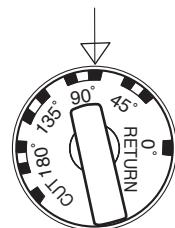
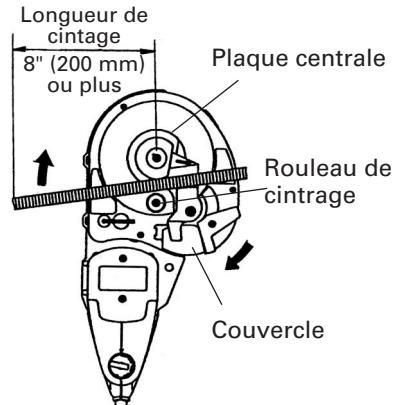
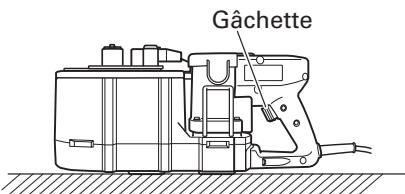

Fig. 13
Fig. 14
Fig. 15
Lors du cintrage de barres béton de #3 (3/8"), #4 (1/2") ou #5 (5/8") de diamètre, il y aura une différence dans l'angle de cintrage même si la bague est à la même position à cause de la différence d'épaisseur des barres béton. Modifier légèrement la position de la bague de réglage en fonction du diamètre de la barre béton, même si l'angle de cintrage est le même, comme indiqué à la Fig. 13.
- (1) Disposer l'outil par rapport à la table rotative comme indiqué à la Fig. 14.
- (2) Vérifier que le couvercle est bien fermé.
- (3) Placer la bague de réglage à l'angle voulu (Fig. 13).
- (4) Placer la barre béton sur la plaque centrale et la disposer exactement comme indiqué sur la Fig. 14.
- (5) Tirer sur la gâchette et cintrer la barre béton.
- (6) Continuer à tirer sur la gâchette jusqu'à ce que le moteur tourne en sens inverse et que le rouleau de cintrage commence à revenir en arrière. (Une fois que le rouleau de cintrage a commencé à revenir en arrière, il reviendra automatiquement jusqu'à la position d'origine, même si l'on relâche la gâchette.) (Fig.15)
- La longueur de cintrage minimum requise est de 8" (200 mm). Si la longueur de cintrage n'est pas suffisante, la barre béton peut se détacher pendant l'opération de cintrage, ou elle peut se briser en éclats qui pourraient s'éparpiller et être dangereux. (Fig. 14)